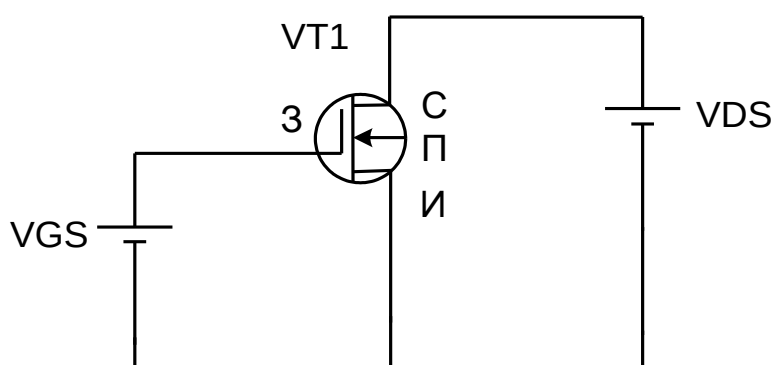

Рис. 4.1. Схема для исследования ВАХ МДП-транзистора
1.1. Постройте схему, изображенную на рис. 4.1. Модель МДП-транзистора выберете в соответствии с заданным вариантом из табл. 4.2.